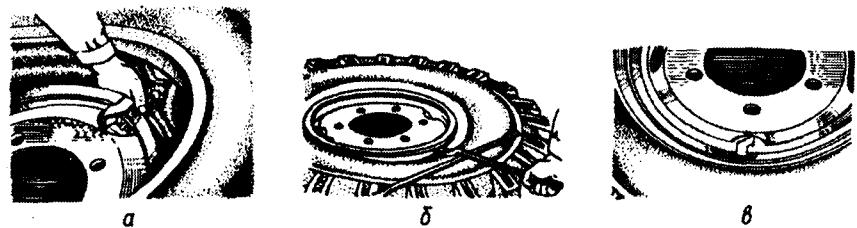

Рис. 9.5. Сборка колеса с шиной
2. Вставить в покрышку камеру и слегка накачать ее, заправить ободную ленту. Положить шину на колесо с перекосом таким образом, чтобы направление стрелок на боковинах покрышек совпало с направлением их вращения при движении автомобиля вперед (шины имеют направленный рисунок протектора), а вентиль камеры находился против вентильного паза (рис. 9.5, а).
3. Вставить монтажную лопатку изогнутым концом в замочную канавку обода, а прямую лопатку положить на борт шины перпендикулярно первой лопатке. Прилагая усилия к первой лопатке, осадить верхний борт шины вниз за посадочную полку обода (рис. 9.5, б).
4. Надеть бортовое и замочное кольца, совместив разрез замочного кольца с ограничителем и специальную выштамповку на кромке замочного кольца с одним из демонтажных пазов бортового кольца (рис. 9.5, в).